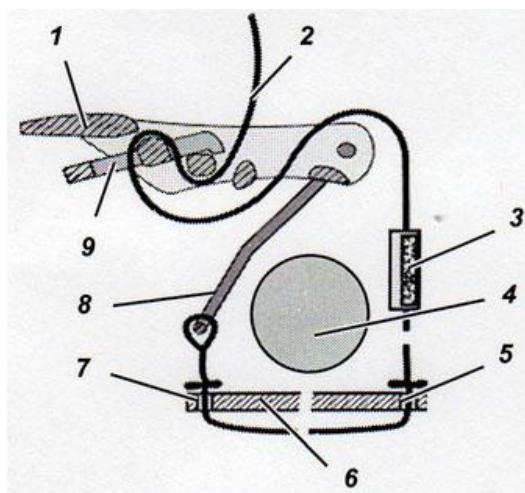

Fig.33 – Tira Longa do Cilindro
- (1) Rosqueie a tira do cilindro (→ Fig.33) primeiro, através do orifício na placa de transporte (no lado direito do transportador do equipamento), então, através do orifício esquerdo na placa de transporte e então através do suporte do cilindro – alinhe o suporte do cilindro verticalmente.
- (2) Empurre a tira de Velcro na tira do cilindro com a lateral felpuda voltada para fora.